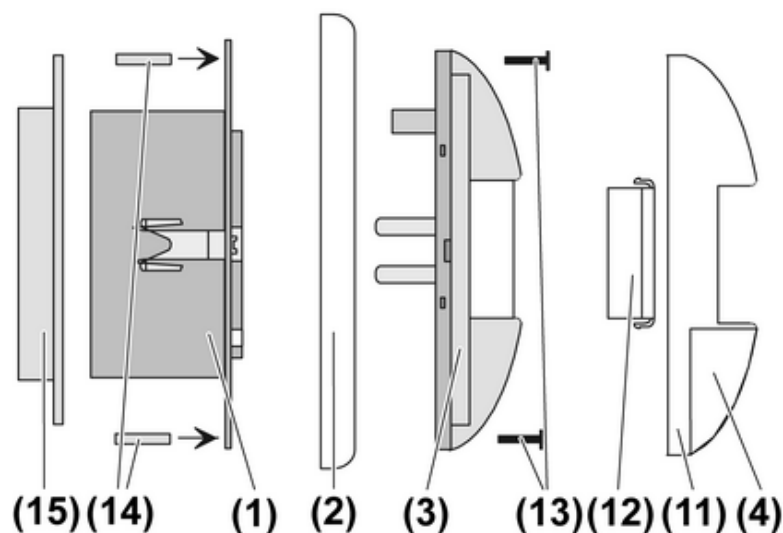
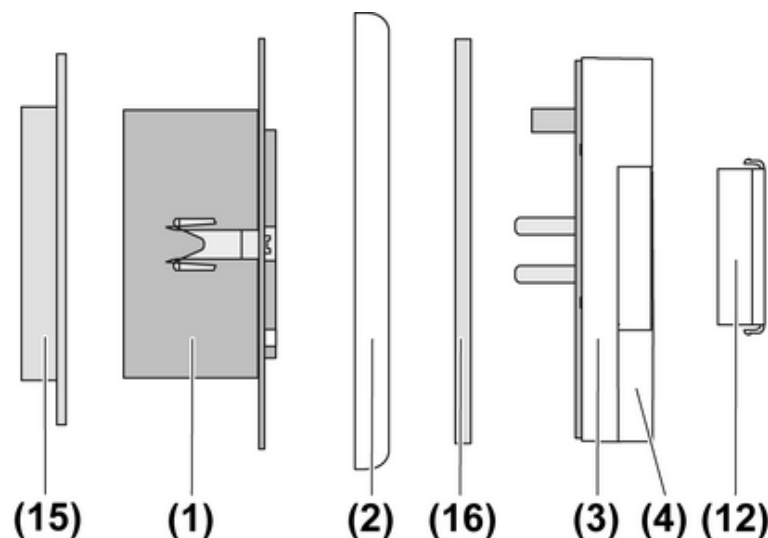

Bild 10: Montage Serien CD und LS
Bild 11: Montage Serien AS, A und SL500
Je nach Schalterserie unterscheidet sich die Montage des Bewegungsmelders, siehe (Bild 10) und (Bild 11).
- Beiliegende rote Gewindestifte (14) für die Diebstahlsicherung in die dafür vorgesehenen Bohrungen des Einsatzes (1) stecken (Bild 10).
- Bei IP44-Montage den Dichtungsflansch (15) in eine Gerätedose nach DIN 49073 einstecken und Unterputz-Einsatz montieren.
- Rahmen (2) positionieren und Bewegungsmelder-Aufsatz (3) aufstecken.
- Bewegungsmelder-Aufsatz mit den beiliegenden Schrauben (13) mit dem Einsatz (1) verschrauben. Dabei die Schrauben nicht zu fest anziehen, da sonst die Gewindestifte (14) beschädigt werden.
- Bei Bedarf Blendenelement (12) in den Designaufsatz (11) einsetzen (siehe Erfassungsbereich einschränken).
- Designaufsatz (11) auf den Bewegungsmelder-Aufsatz (3) drücken.
- Schiebeschalter (4) aufrasten.
- Bei IP44-Montage den Dichtungsflansch (15) (Zubehör) in eine Gerätedose nach DIN 49073 einstecken und Unterputz-Einsatz (1) montieren (Bild 11).